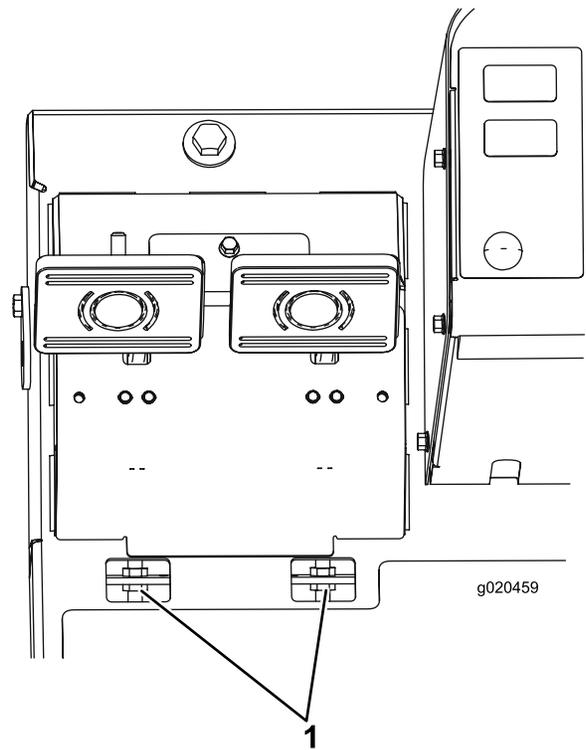

Figura 94
- B. Afloje la tuerca delantera del extremo roscado del cable de freno (Figura 94).